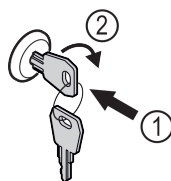

Fig. 180
- Vajutage võti sisse. Fig. 180 (1)
- Keerake võtit 90° päripäeva. Fig. 180 (2)